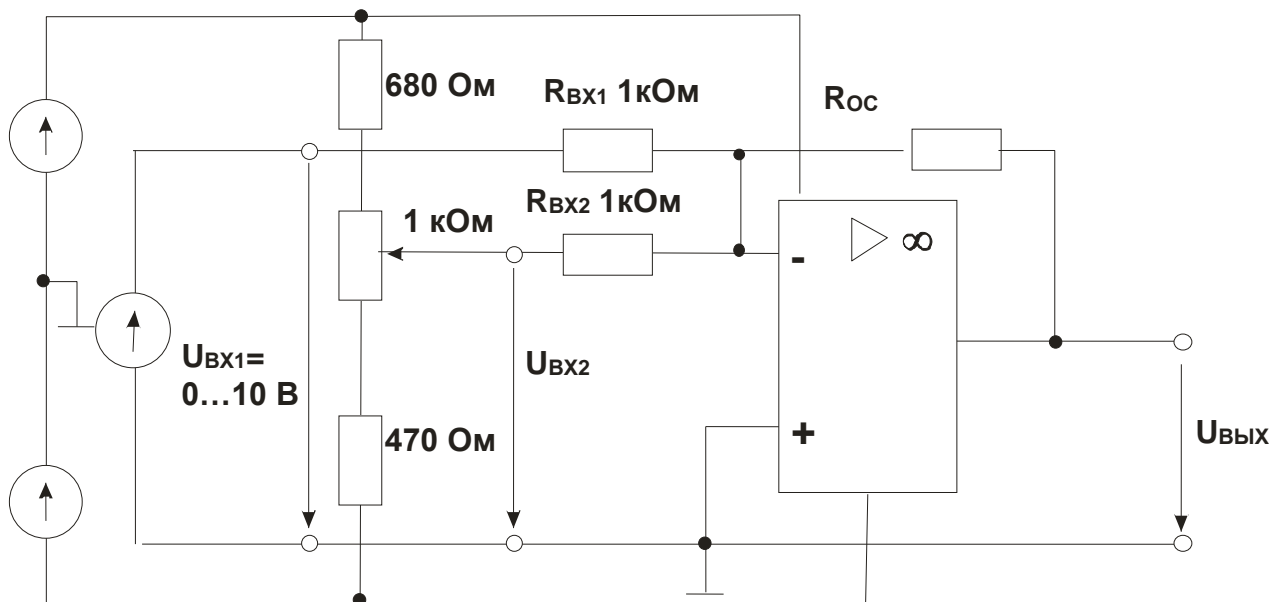

Рис. 8.3.2.
- Соберите цепь, показанную на рис. 8.3.2, и установите входное напряжение  $U_{ВХ2} = 2$  В. Изменяйте входное напряжение  $U_{ВХ1}$  согласно таблице 8.3.1, измеряя соответствующие значения выходного напряжения  $U_{ВЫХ}$  мультиметром. Повторите измерения для входного напряжения  $U_{ВХ2} = -2$  В.